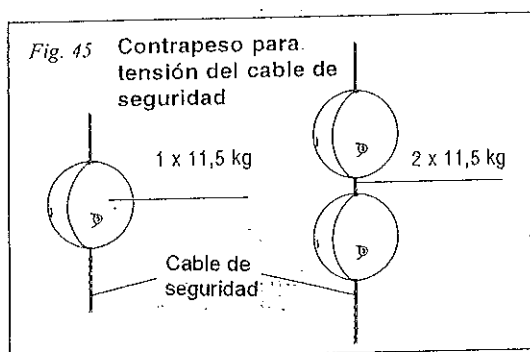

Fig. 43
- Abrir el BLOCSTOP (Fig. 43 y 44).
- Empujar con la mano la palanca de detección (A) en caso de que todavía no haya sido levantada por el cable de elevación tensado.
- Presionar hacia abajo la palanca (B) hasta su enclavamiento.